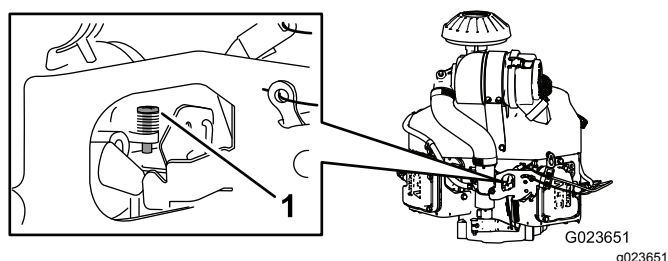

Рисунок 67
4. Отрегулируйте упорный винт на карбюраторе (**Рисунок 67**) так, чтобы малая частота холостого хода находилась в пределах от 1350 до 1550 об/мин.